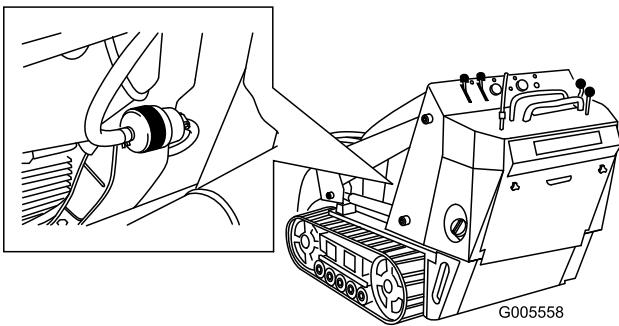

Figure 35
4. Raccordez les conduites d'alimentation de chaque côté du filtre avec des colliers (Figure 35).
5. Pincez les extrémités des colliers et faites glisser ceux-ci pour les éloigner du filtre (Figure 35).